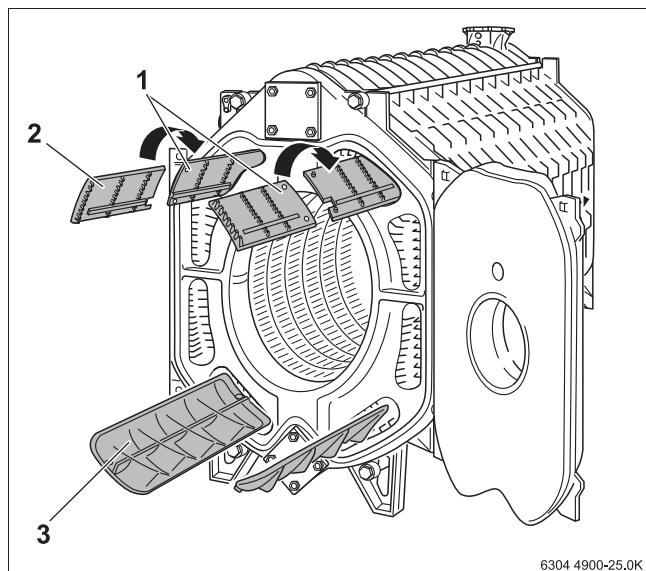
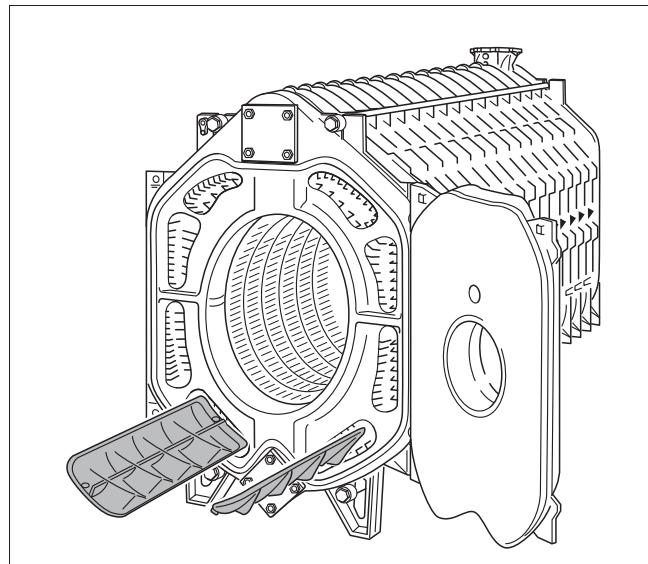

Рис. 31 Установка направляющих пластин дымовых газов (котловой блок из 13 секций)
Рис. 32 Установка направляющих пластин дымовых газов (котловой блок из 15 секций)
Существует различие между направляющими пластинами серповидного и волнового профиля. Направляющие пластины серповидного профиля состоят из двух частей. При установке таких пластин нужно обязательно следить за тем, чтобы обе части были вставлены друг в друга. На → рис. 31, стр. 28 изображены вставленные части пластин.
- Вынуть из ящика с элементами обшивки направляющие пластины дымовых газов и уложить их в соответствии с маркировкой в газоотводящих каналах (→ см. рис. 30, рис. 31, стр. 28, рис. 32, стр. 28 и следующую таб. 10, стр. 28).